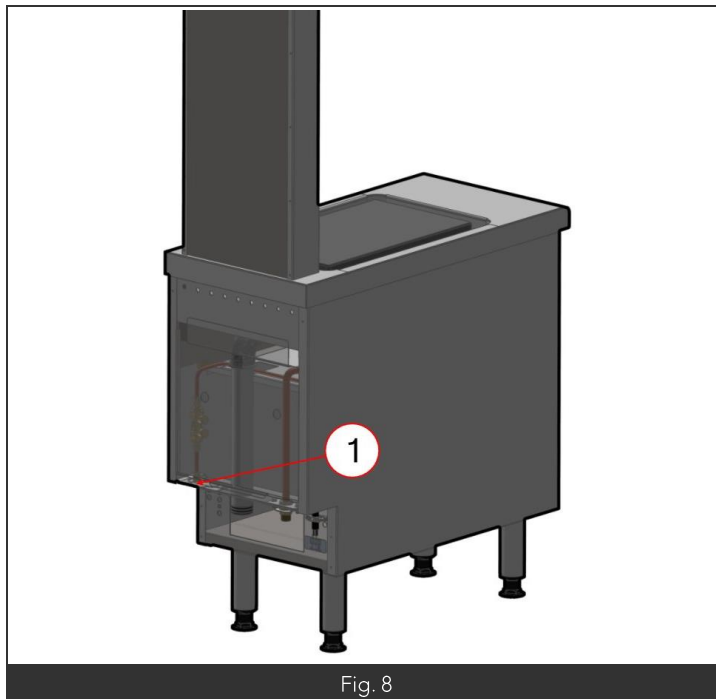

Fig. 8
- Le raccordement de votre flexible à eau se fait par le raccord situé sous la plancha ou pour celle équipée dans le placard de la plancha (Fig8)